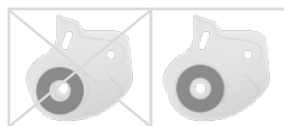

Fig. 14
- 1 Applicare colla spray su un lato del primo dischetto di slittamento e incollarlo sulla piastra di copertura (fig. 14).